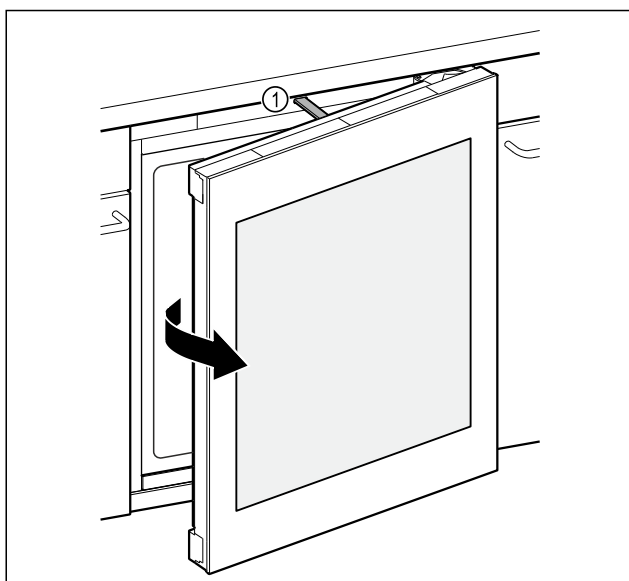

Fig. 84
- ▷ Толкатель Fig. 84 (1) откроет дверь прим. на 7 см.